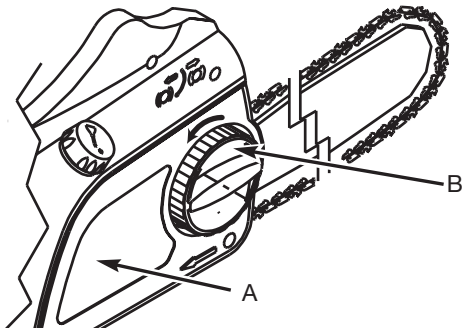

Fig. 17
2. Para quitar la tapa lateral (A), gire la manija (B) en sentido antihorario (Fig. 17).